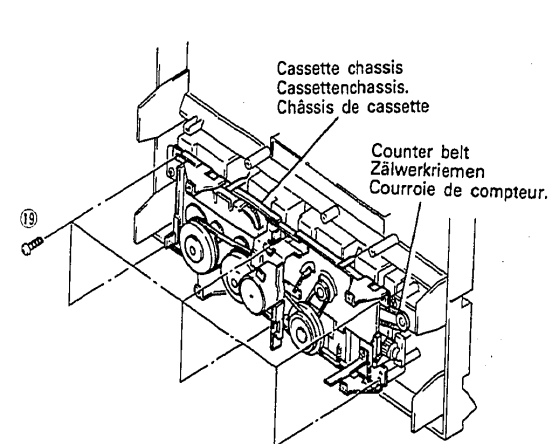

Fig. 17 Abb. 17
19. **Cassettenchassis (Abb. 17)**
19. Châssis de platine cassette (Fig. 17)